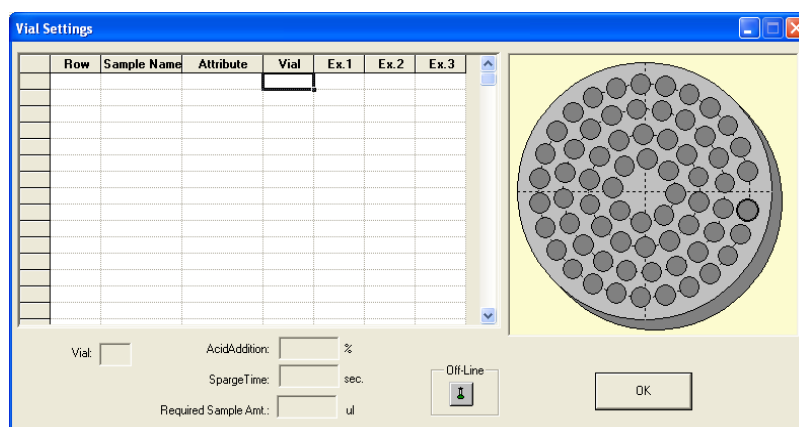

Figura 8.3.3 – Programação de injeção no amostrador automático.
5. Para a programação das injeções, clicar em  e aparecerá uma janela como mostrado na Figura 8.3.3. Nesta janela estarão descritos a linha de cada injeção da planilha criada. Então basta relacionar cada linha de injeção programada ao respectivo *vial* no amostrador automático. Clicar em “Ok”.